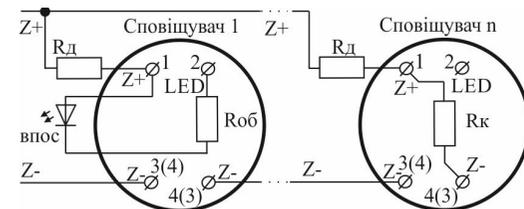

Рисунок 3 – Підключення сповіщувача в шлейф, ВПОС або світлодіода
4.4 Якщо за проектом використовують ВПОС з живленням від ШС, то його мінусовий контакт через резистор R_{об} з'єднують з гвинтовою клемою з маркуванням «2» (LED), а плюсовий – гвинтовою клемою з маркуванням «1» (Z+) (рис.3, номінал R_{об} залежить від типу ВПОС і його робочого струму, а також чи використовується R_d, сума R_d та R_{об} має бути не менше 3 кОм). Рекомендується використовувати ВПОС виробництва ТОВ «Тірас-12», підключивши його через резистор R_{об} з опором не менше 3 кОм. Допускається використовувати інший пристрій індикації з малим струмом споживання (близько 2 мА). ВПОС дублює основний індикатор в режимах пожежі та несправності.